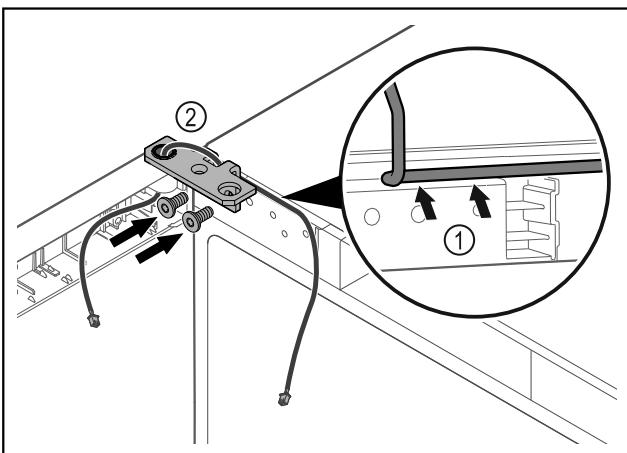

Fig. 37
- Vadiet kabeli caur lokāmā kronšteina padziļinājumu un uzmanīgi izvietojiet Fig. 37 (1).
- Pieskrūvējiet lokāmos kronšteinus Fig. 37 (2).